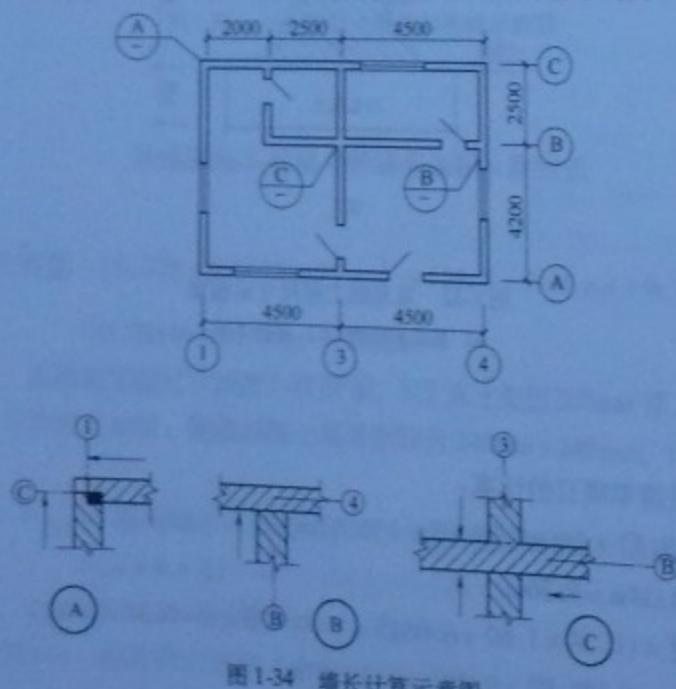

图 1-34 墙长计算示意图
**【例 1-34】** 根据图 1-34 所示尺寸, 计算内、外墙长 (墙厚均为 240)。